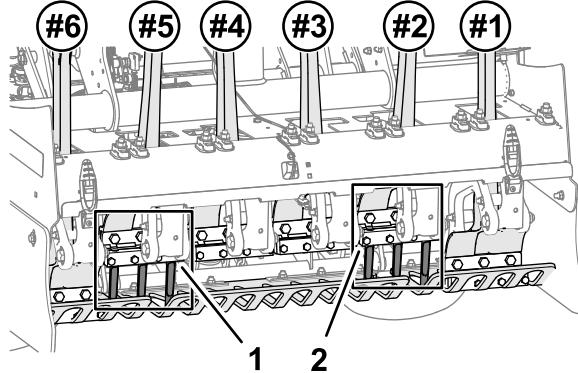

Figura 42
1. Montate senza serrare il portafustelle e le fustelle al braccio delle fustelle #2 (Figura 42 e Figura 43) con 3 bulloni (1/2" x 1-1/4").